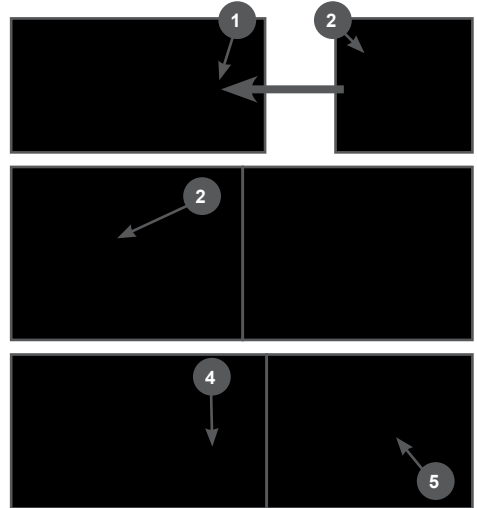

Рис. 6 Установка шланга подачи воды
5. Установите фильтр тонкой очистки на входной штуцер аппарата. Для этого (Рис. 6):
6. Накрутите на фильтр адаптер 4 (Рис. 6). Возьмите шланг подачи воды с коннектором, оттяните втулку коннек-
тора 5 назад и оденьте коннектор на адаптер, затем отпустите втулку коннектора шланга (Рис. 6). Присоедините шланг подачи воды через адаптер к крану водопровода.